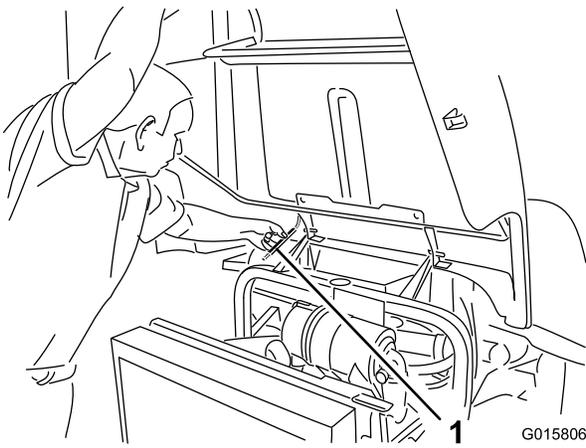

Figura 23
2. Eleve o capot até que a barra de apoio possa ser colocada por detrás do tubo do chassis (Figura 23).